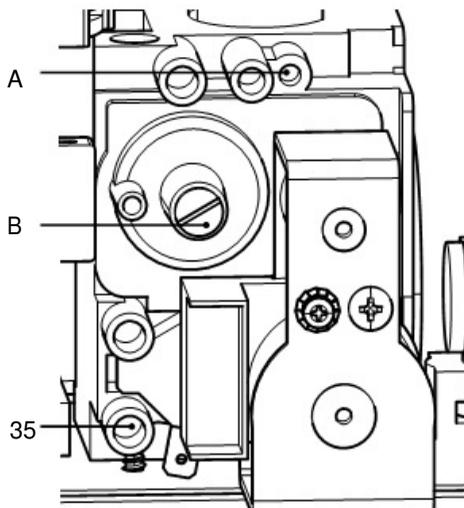

Figura 7.5
- Con la caldera apagada (fuera de servicio), compruebe la presión de alimentación usando la toma 35 de la Figura 7.5 y compare el valor indicado con los mostrados en la tabla Presiones de alimentación de gas de la sección "Datos técnicos M260.2025 SM/T" en la pág. 26.
- Vuelva a cerrar bien la toma de presión 35 de la Figura 7.5.
- Para calibrar el  $\text{CO}_2$  de la caldera (presión del gas en el quemador) desenrosque completamente el tapón de protección de latón B y regule el tornillo Allen  $\varnothing 4$  mm situado debajo (Figura 7.5): **girando en el sentido de las agujas del reloj el  $\text{CO}_2$  aumenta.**
- Si los dos datos no coinciden, ajuste el tornillo de regulación de máximo RQ (A en la Figura 7.5) de la válvula de gas y calibre el CO2 al valor indicado en la sección "Datos técnicos" en la tabla "Datos en agua sanitaria", pág. 26 (modelo M260.2025 SM/T ) y pág. 29 (modelo M260.3035 SM/T ). **Girando en el sentido de las agujas del reloj, el CO2 disminuye.**